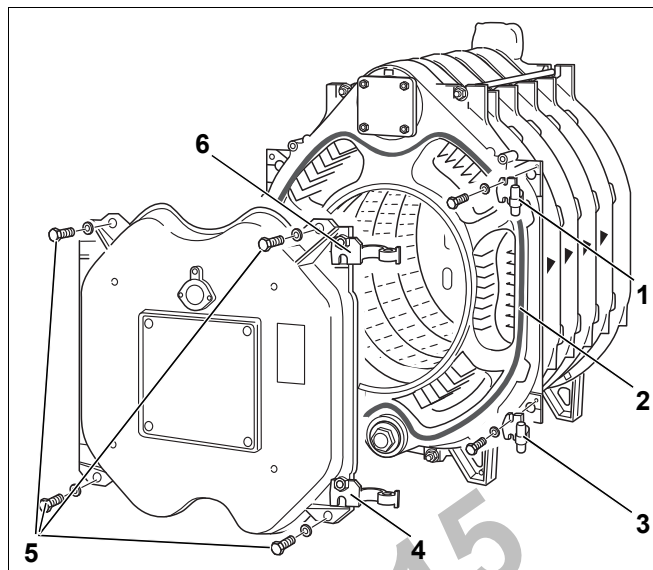

Рис. 26 Навеска дверцы горелки
На заводе обе шарнирные петли дверцы горелки устанавливаются справа (рис. 26, [4] и [6]). Для левой навески дверцы нужно снять петли и установить их с левой стороны.
- ▶ Закрепите шарнирные крюки (рис. 26, [1] и [3]) двумя болтами М 12 x 50 на передней секции. На рис. 26 показана правая навеска дверцы. Для навески дверцы слева закрепите крюки соответствующим образом с левой стороны.
- ▶ Приклейте шнур GP \varnothing 18 мм на передней секции. При этом место стыка уплотнительного шнура должно быть сбоку (рис. 26, [2]).
- ▶ Закройте дверцу горелки и закрепите её 4 болтами (M16 x 140) (рис. 26, [5]). Затяжку болтов производите равномерно крест-накрест.